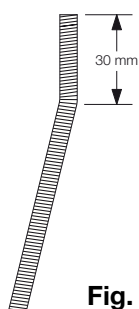

Fig. 10
b) si au contraire le moteur est fixé au niveau de la terre, plier les barres à une hauteur de 30 cm environ comme cela est illustré dans la Figure 10.